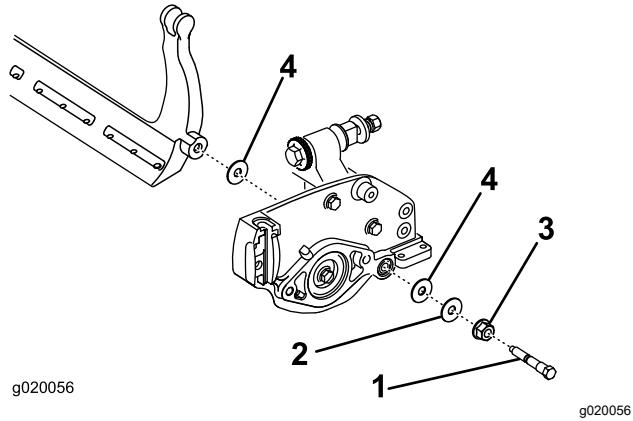

Bild 19
Bewahren Sie die zwei Nylonscheiben und die Stahlscheibe an jedem Ende des Untermesserträgers auf (Bild 19).
3. Legen Sie eine Nylonscheibe auf jede Seite des Seitenplattenansatzes. Legen Sie eine Stahlscheibe außen auf jede Nylonscheibe (Bild 19).